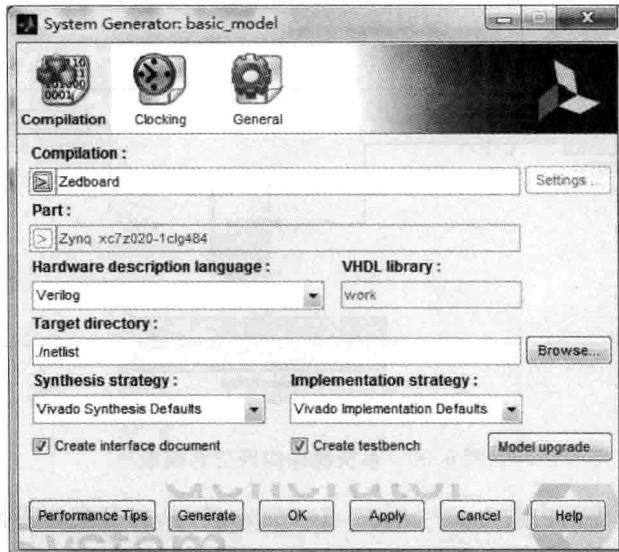

图 6.28 选择新的编译目标
- (2) 如图 6.28 所示,在 Compilation 下拉框中,选择 Zedboard。